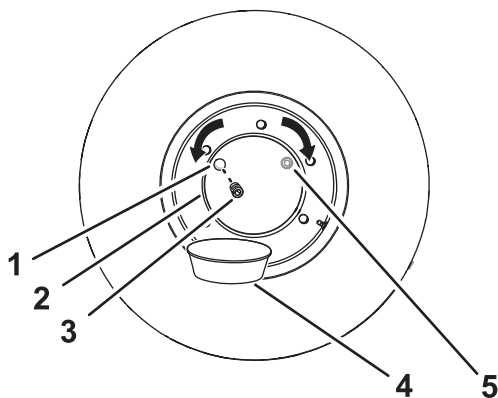

Figure 95
2. Faites avancer ou reculer la machine jusqu'à ce que le bouchon du moyeu de roue soit à la position 10 heures ou 2 heures (Figure 95).
4. Placez un bac de vidange sous l'orifice de vidange du moyeu de roue (Figure 95).
5. Retirez le bouchon du moyeu de roue (Figure 95).
6. Vérifiez que le niveau d'huile atteint le bas des filets de l'orifice d'huile (Figure 95).
8. Remettez le bouchon dans l'orifice d'huile du moyeu de roue (Figure 95).
1. Faites avancer ou reculer la machine jusqu'à ce que le bouchon d'huile du moyeu de roue soit à la position 12 heures; voir Figure 95 à la section Contrôle du niveau d'huile dans les moyeux de roue \(page 71\).